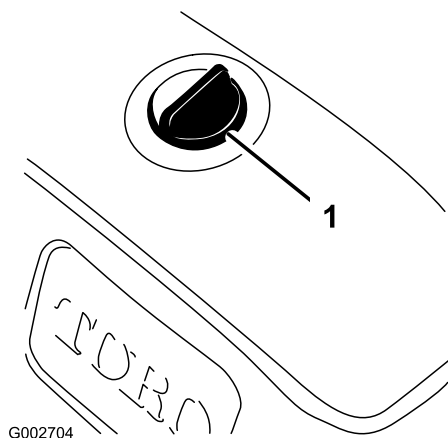

Bild 15
1. Säubern Sie den Bereich um den Deckel des Hydraulikölbehälter, damit keine Fremdkörper in den Tank gelangen (Bild 15).